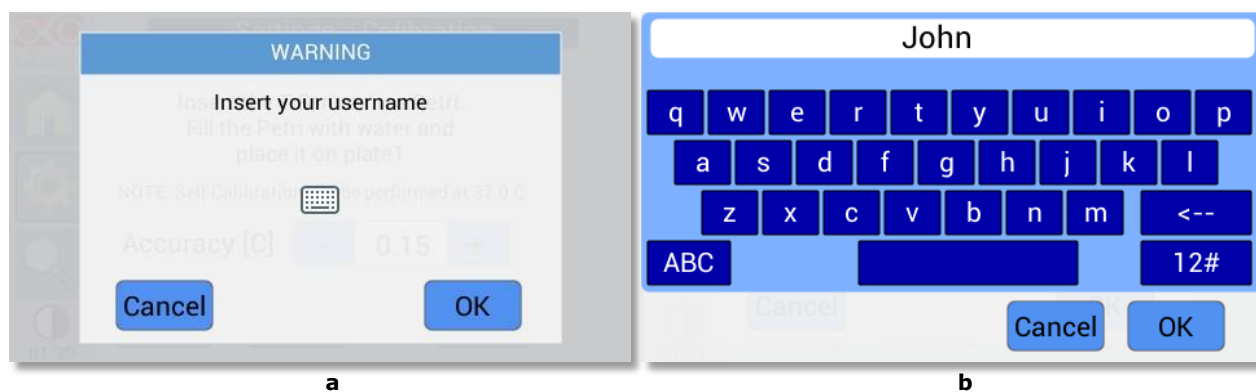

Figura 41. Introducción del nombre de usuario. (a) Selección del teclado; (b) Introducción del nombre del operador
- 4 Escriba su nombre en el cuadro de diálogo, como se muestra en la figura 41.